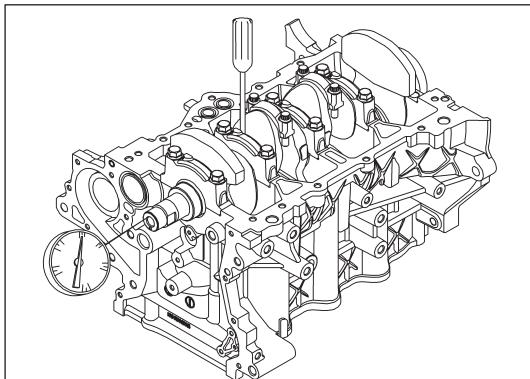

Рис. 13-3-16. Измерение осевого зазора коленчатого вала
- е) Измерить осевой зазор коленчатого вала, как изображено на Рис. 13-3-16.